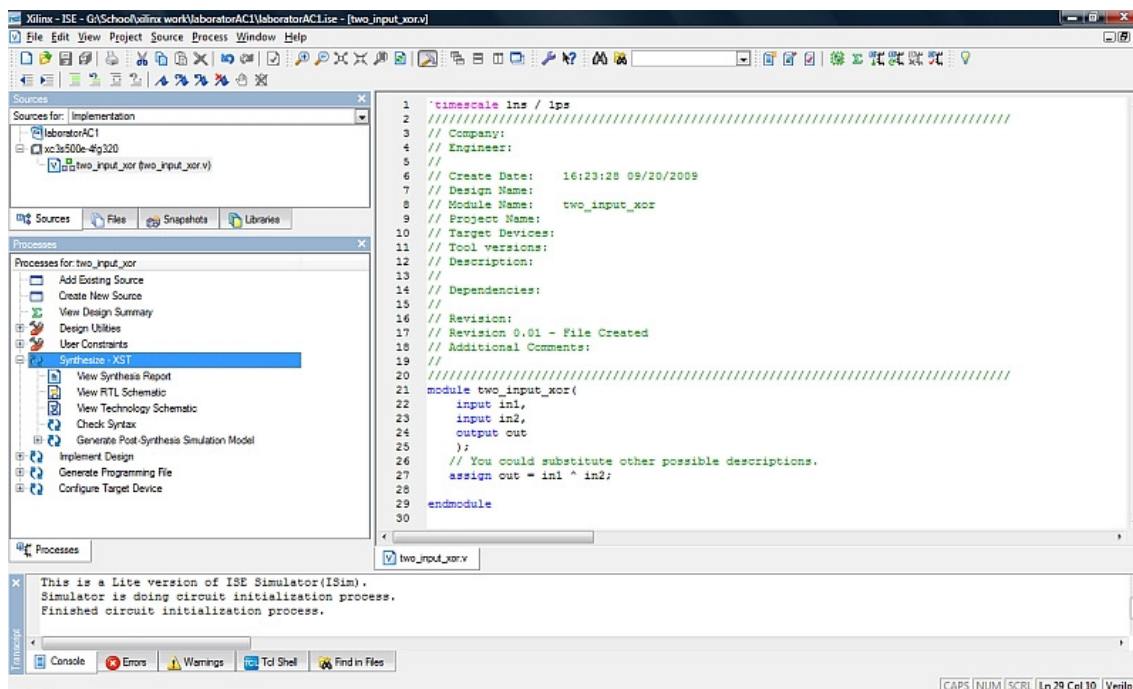

Figura 5.1
- Sintetizarea se face prin dublu – click pe „Synthesize - XST” ca in Figura 5.1.